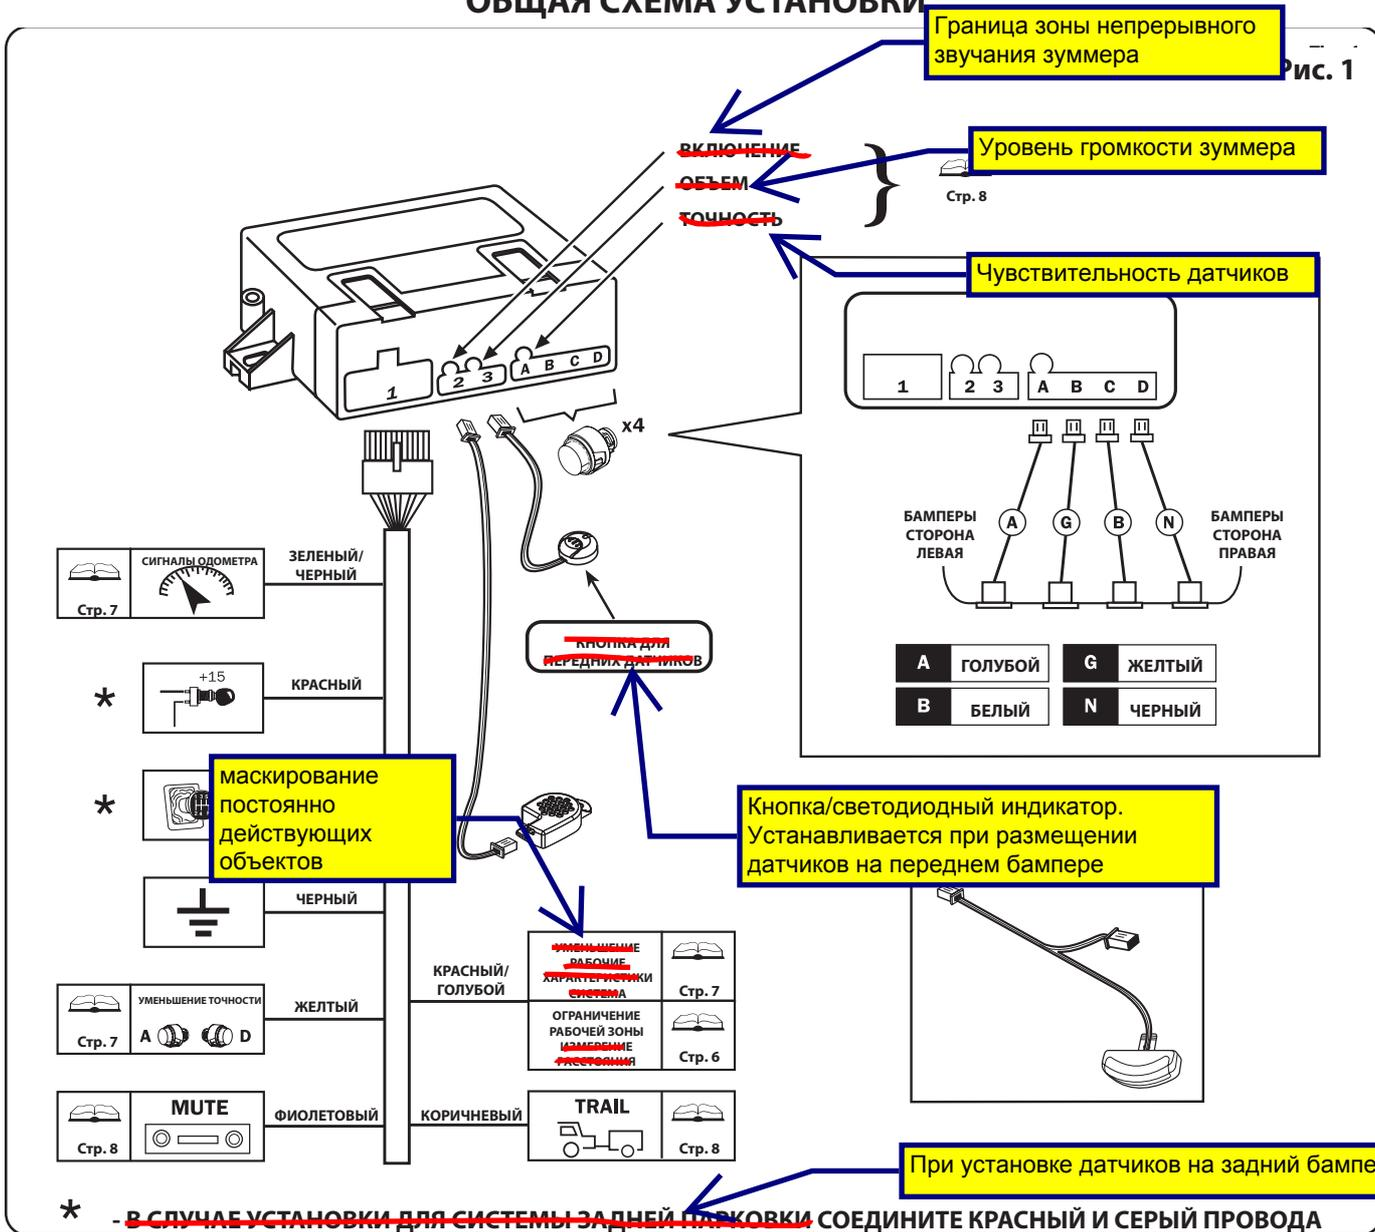

Рис. 1
1. Отсоедините разъем КНОПКИ /LED ~~подставки~~ (поз. 3, схема стр.3 - рис.1).